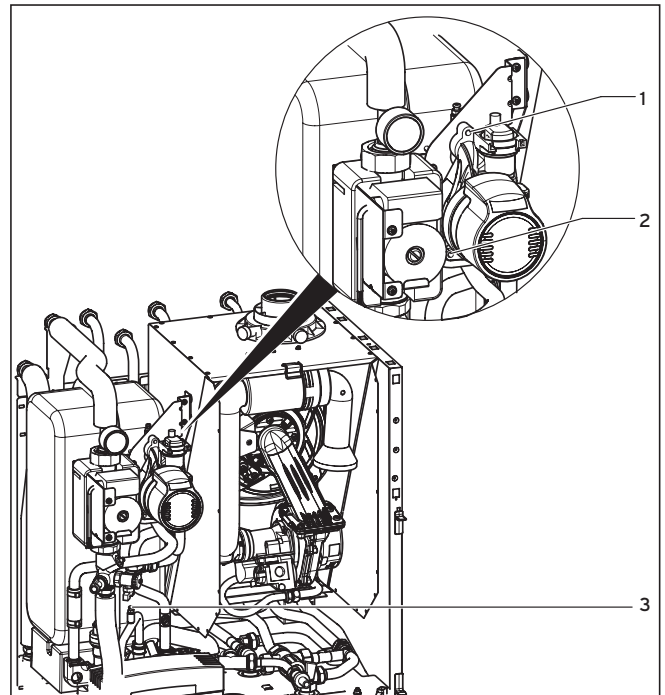

Abb. 8.11 Pumpe ausbauen
- Schließen Sie einen Schlauch am Speicher-Entleerungshahn (1) an, führen Sie das freie Ende des Schlauchs an eine geeignete Abflussstelle und öffnen Sie den Hahn.
- Öffnen Sie den Entlüftungsnippel (3) am Rohr zwischen Pumpe und Sekundär-Wärmetauscher, damit das Gerät vollständig entleert wird, siehe Abbildung 8.11.